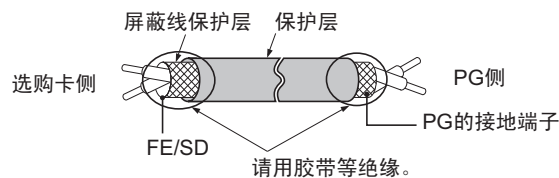
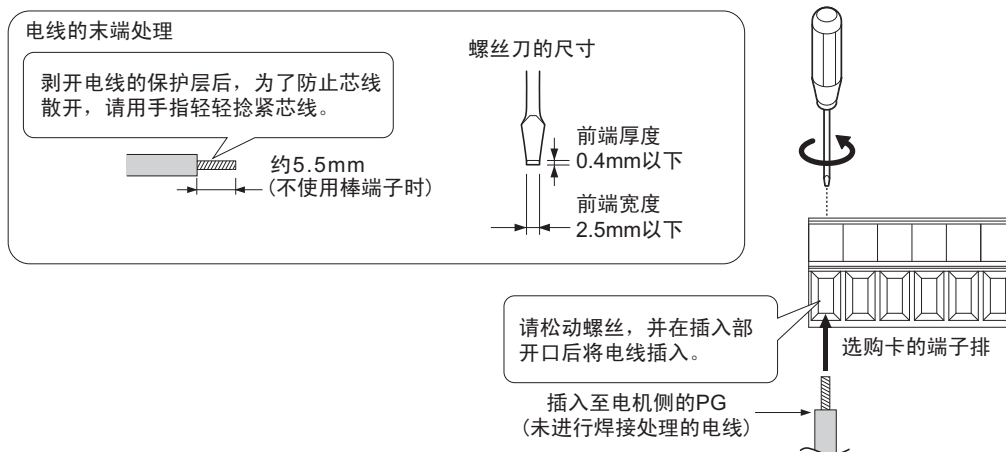

图 8.6 屏蔽线的线头处理
图 8.7 电线的线头处理与接线
4. 请参照图 8.6 和图 8.7 对电线的线头进行处理。有关接线时的紧固力矩，请参照“电线尺寸和紧固力矩”（347 页）。请确认所有的电线是否连接牢固、电线的包层是否卡在端子排的插入部。此外，请切除所有露出的芯线。